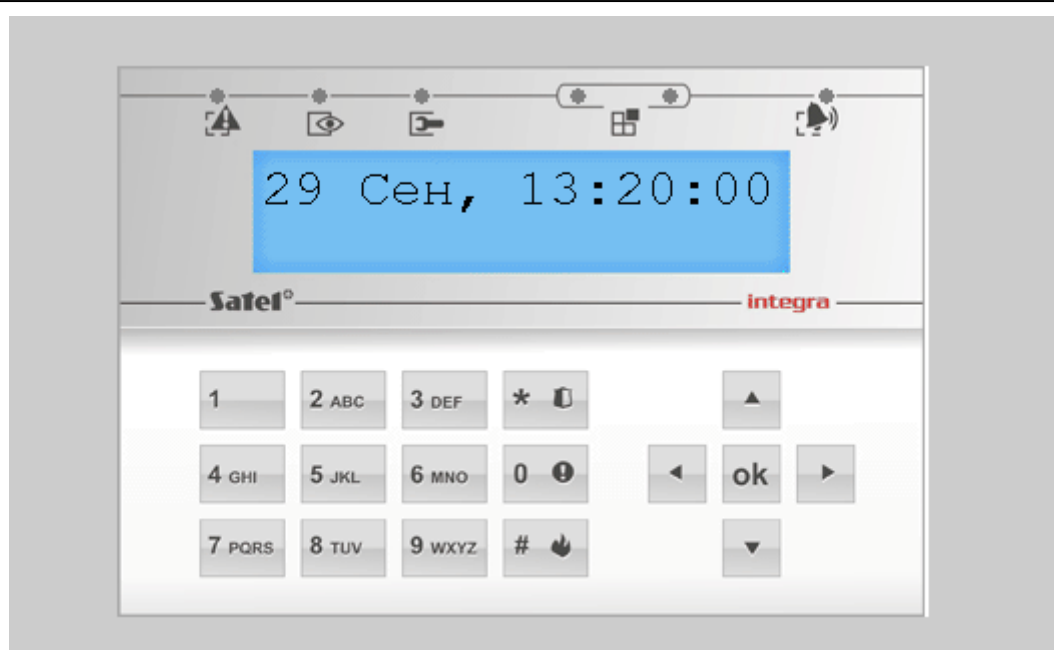

Рис. 14. Интернет-браузер: виртуальная клавиатура.
5. В интернет-браузере будет отображена виртуальная клавиатура (рис. 14).14